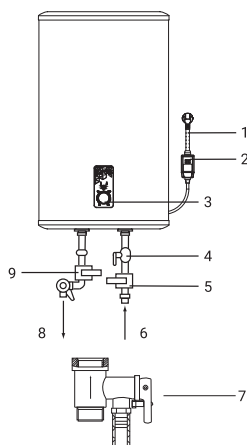

Рис.1.
- Предохранительный обратный клапан следует устанавливать в месте входа холодной воды (см. рис. 1).